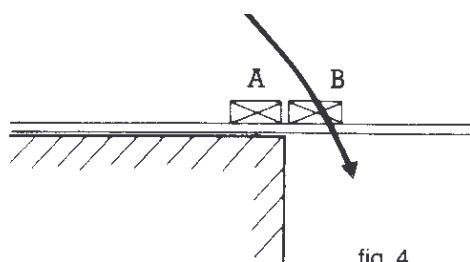

fig. 4
4. Les pliages perpendiculairement aux nervures ne peuvent être exécutés correctement que sur une table ou un établi à bordure rigide et rectiligne en employant deux tasseaux de longueur au moins égale à 0,60 m (largeur d'une feuille standard) ; le tasseau A sert à bloquer la feuille sur la table, le tasseau B à guider le pliage (fig. 4) ; préalablement aplatir avec un marteau sur quelques centimètres chaque nervure de la zone de pliage afin d'en éviter la cassure.